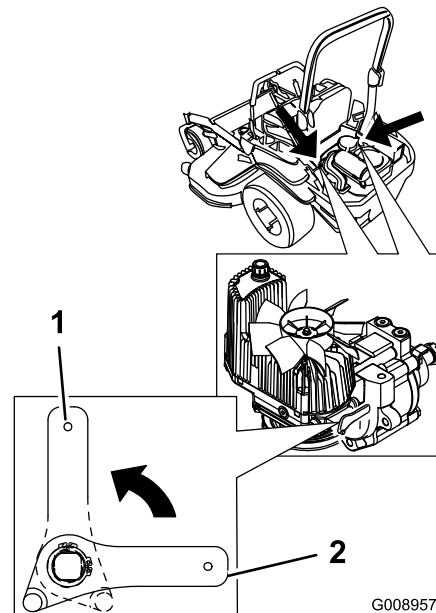

Figura 36
2. Rode as alavancas da válvula de libertação na posição vertical para empurrar a máquina (Figura 36).
4. Rode as alavancas da válvula de libertação horizontalmente para a máquina trabalhar (Figura 36).